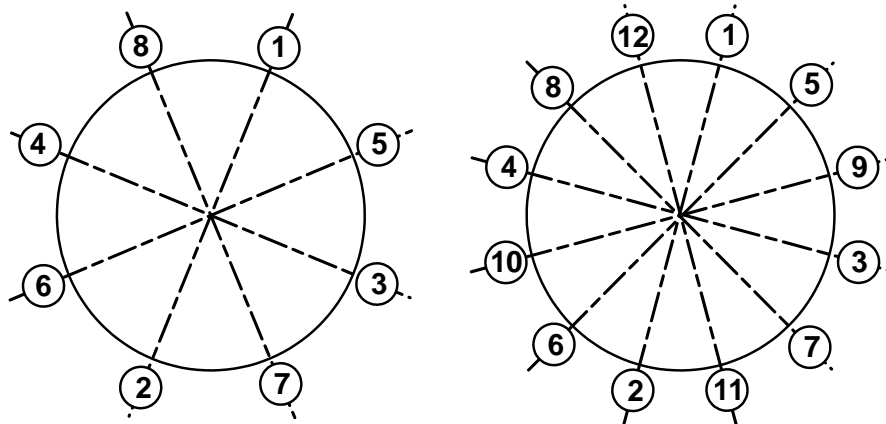

Рис.6 - Очередность затяжки гаек на фланцах
3.5.5 Затяжка гаек при установке ИУ или имитатора в трубопровод должна производиться в очередности, обозначенной на рис.6, динамометрическим ключом с крутящим моментом не более, указанного в табл.8. **В случае превышения усилия затяжки возможно повреждение ИУ.**